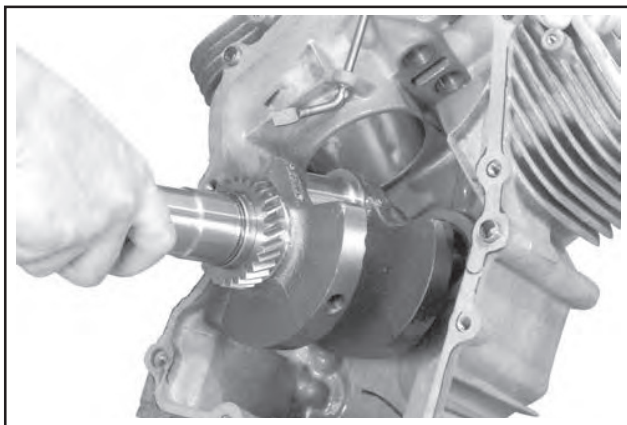

Abbildung 9-73. Ausbau der Kurbelwelle.
1. Die Kurbelwelle vorsichtig aus dem Kurbelgehäuse herausnehmen. Siehe Abbildung 9-73. Die Druckscheibe und die Abstandstücke, soweit verwenden, markieren.